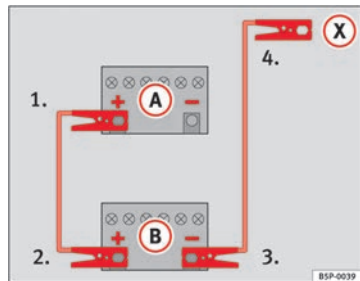

Fig. 172 Esquema de ligação para veículos sem sistema Start/Stop.
2. Ligue uma extremidade do cabo auxiliar de arranque *vermelho* ao pólo positivo (+) do veículo com a bateria descarregada (A) → Fig. 172.
3. Ligue a outra extremidade do cabo *vermelho* de emergência ao pólo positivo (+) do veículo que fornece a corrente (B).
4. **Em veículos sem sistema Start-Stop:** Ligue uma extremidade do cabo *preto* de emergência ao pólo negativo (-) do veículo que fornece a corrente (B) → Fig. 172.